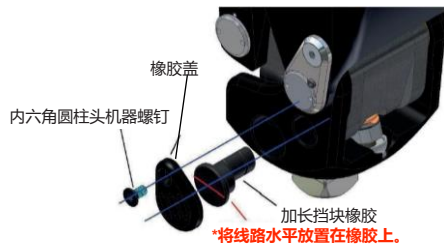

图19 更换伸展缓冲橡胶
3. 按图19所示的方向插入新的伸展缓冲橡胶。如果膝关节处于站立屈曲状态, 它可以很容易地插入。